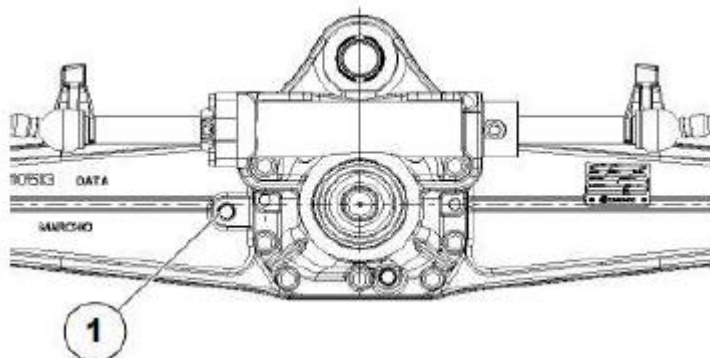

Рисунок 5.32 Заливное отверстие переднего моста
- ▶ Снимите пробку и убедитесь, что масло находится на уровне отверстия см. рис. 5.32.